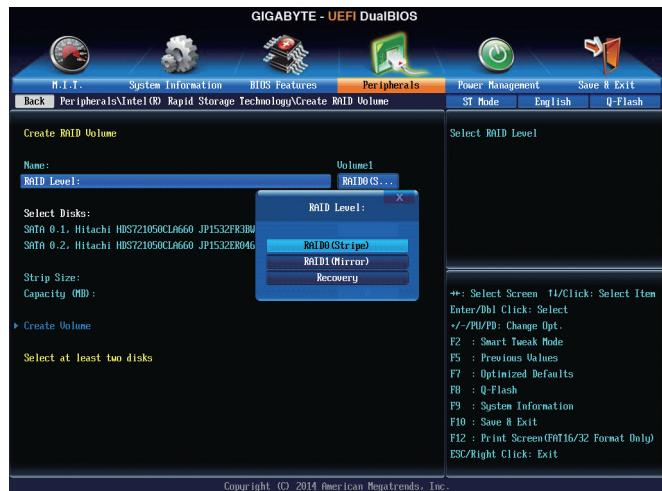

図4
Intel(R) Rapid Storage Technology メニューにおいて、Create RAID Volume で <Enter> を押して Create RAID Volume 画面に入ります。Name の項目で 1~16 文字(文字に特殊文字を含めることはできません)のボリューム名を入力し、<Enter> を押します。次に、RAID レベルを選択します(図4)。サポートされる RAID レベルには RAID 0、RAID 1、リカバリ、RAID 10、と RAID 5 が含まれています(使用可能な選択は取り付けられているハードドライブの数によって異なります)。次に、下矢印キーを用いて Select Disks に移動します。